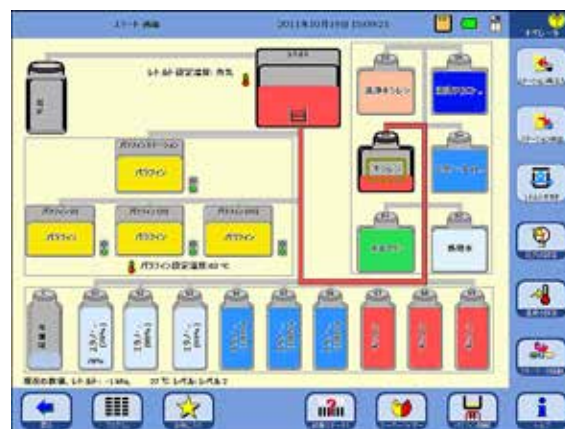

図 166
- プロセス全体が画面にグラフィック表示されます (「スマート画面」) (図 166)。